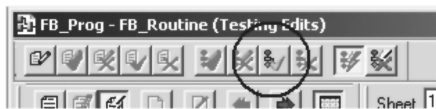

图 16-48 “汇编接受的程序编辑”按钮
8. 单击“汇编接受的程序编辑”(Assemble Accepted Program Edits)按钮将程序编辑应用到当前程序中并退出编辑模式,如图16-48所示。